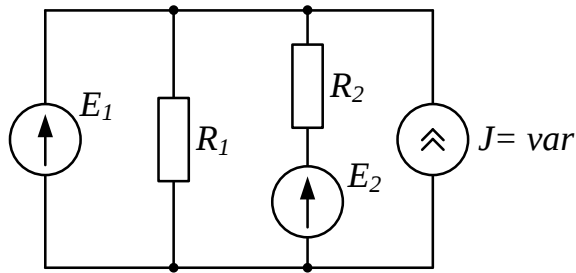

Рис. 2
2. Проанализировать влияние тока источника тока $\mathfrak{J}$ на токи ветвей схемы (рис. 2).